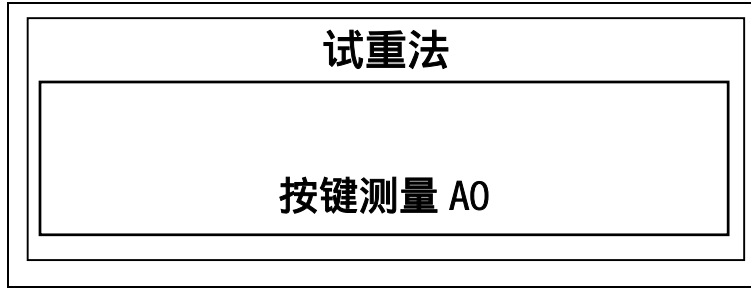

图4-7
(1) 在图4-6状态下，按|回车|键，屏幕显示如图4-7
选择“继续”，按|回车|键，则屏幕显示如图4-7。